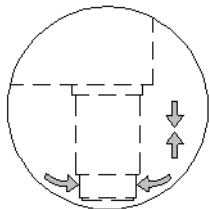

Figure 1
- Placer le réfrigérateur sur une surface plane (utiliser les pieds réglables) (Fig. 1)